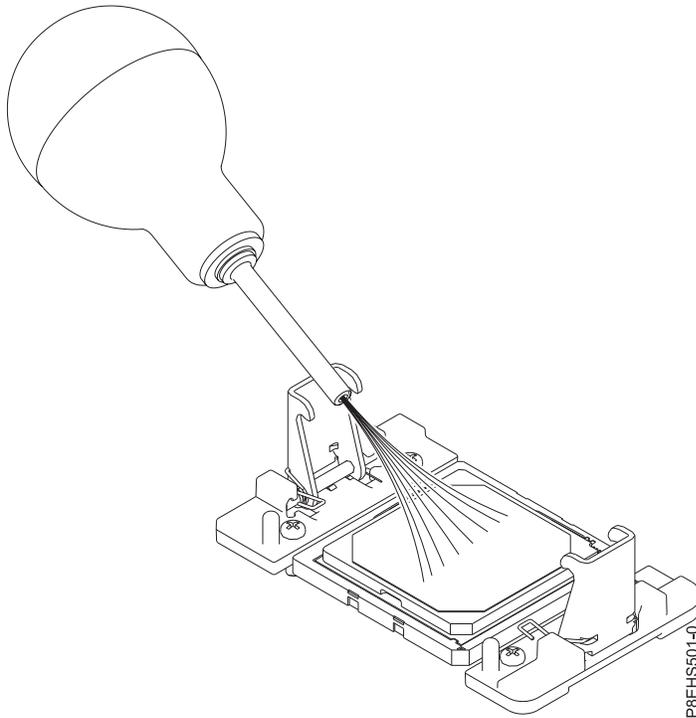

図 157. システム・プロセッサ・モジュールの領域からほこりやごみを除去
5. システム・プロセッサ・モジュールの領域からのほこりやごみを除去します。ほこりやごみが付着している場合は、提供されているエアポンプ (部品番号 45D2645) を使用してシステム・プロセッサ・モジュールの領域をきれいにします。システム・プロセッサ・モジュールの中央から四方に向けて空気を少しずつ吹き出します (143 ページの図 157 を参照)。143 ページの図 157 に示すようにエア・ポンプが組み立てられていない場合は、チップをバルブに固定します。